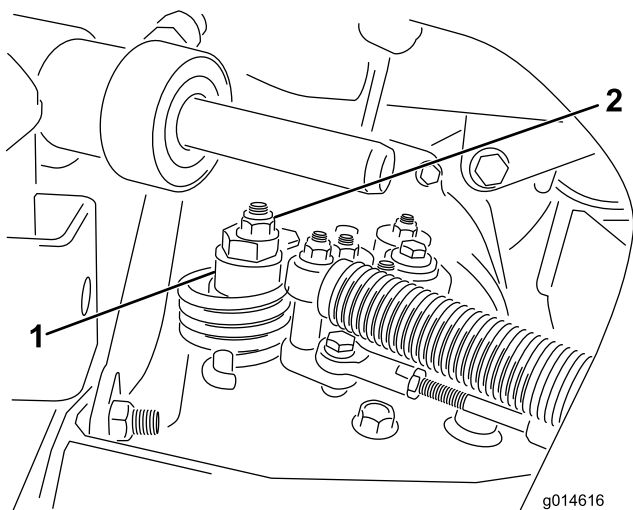

Рисунок 47
- A. Ослабьте гайку крепления эксцентрика к верхней части гидростата (Рисунок 47).
фиксирует эксцентрик и регулировку (Рисунок 47). Проверьте регулировку в положениях дроссельной заслонки Slow («Медленно») и Fast («Быстро»).